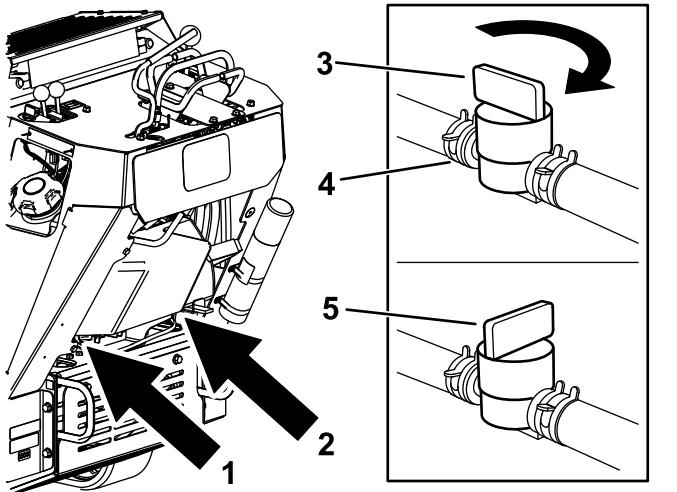

図 51
3. 燃料バルブを閉じる 図 51。
4. 燃料バルブについているホースのエンジン側のホースクランプをゆるめて、バルブから離れた位置に移動させる 図 51。
5. 燃料ラインをバルブから抜き取る 図 51。
3. 燃料バルブを閉じる図 51。
5. 燃料バルブを開く図 51。